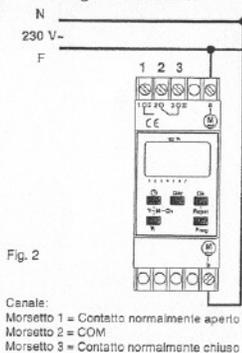

Fig. 2
Nel caso di montaggio su superficie (es. a parete), prevedere adeguata canalizzazione dei cabbaggi (in particolare modo per la tensione di alimentazione) (fig. 2) nel rispetto della vigente norma di impianto. I collegamenti elettrici devono essere eseguiti dopò aver sezionato la rete di alimentazione 230 V~.
- Eseguiare i collegamenti elettrici come indicato in fig. 2 ed inserire i coprimorsetti.